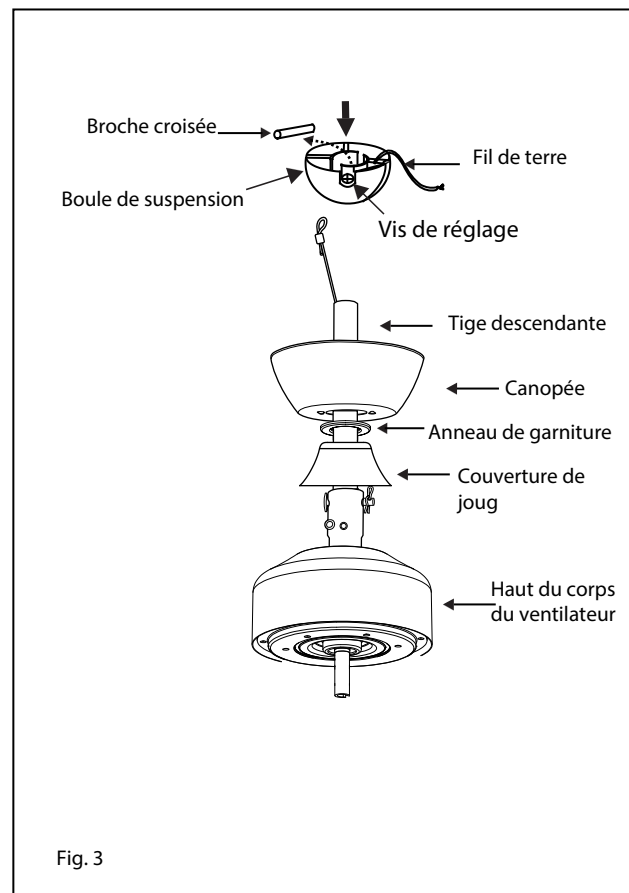

Fig. 3
- 6 Glissez le couvercle de joug, la bague de garniture et la verrière sur la tige de descente. (Fig. 3)
- 8 Faites passer les fils dans les trous du capuchon anti-humidité à bille en caoutchouc et faites glisser le capuchon sur le dessus de la bille. (Fig. 3) Soulevez la bille / tige descendante / ventilateur dans l'ouverture du support de suspension.
- 8 Un flux d'air VERS LE BAS crée un effet de refroidissement comme illustré à la figure 3. Cela vous permet de régler votre climatiseur sur un réglage plus chaud sans affectant votre confort.